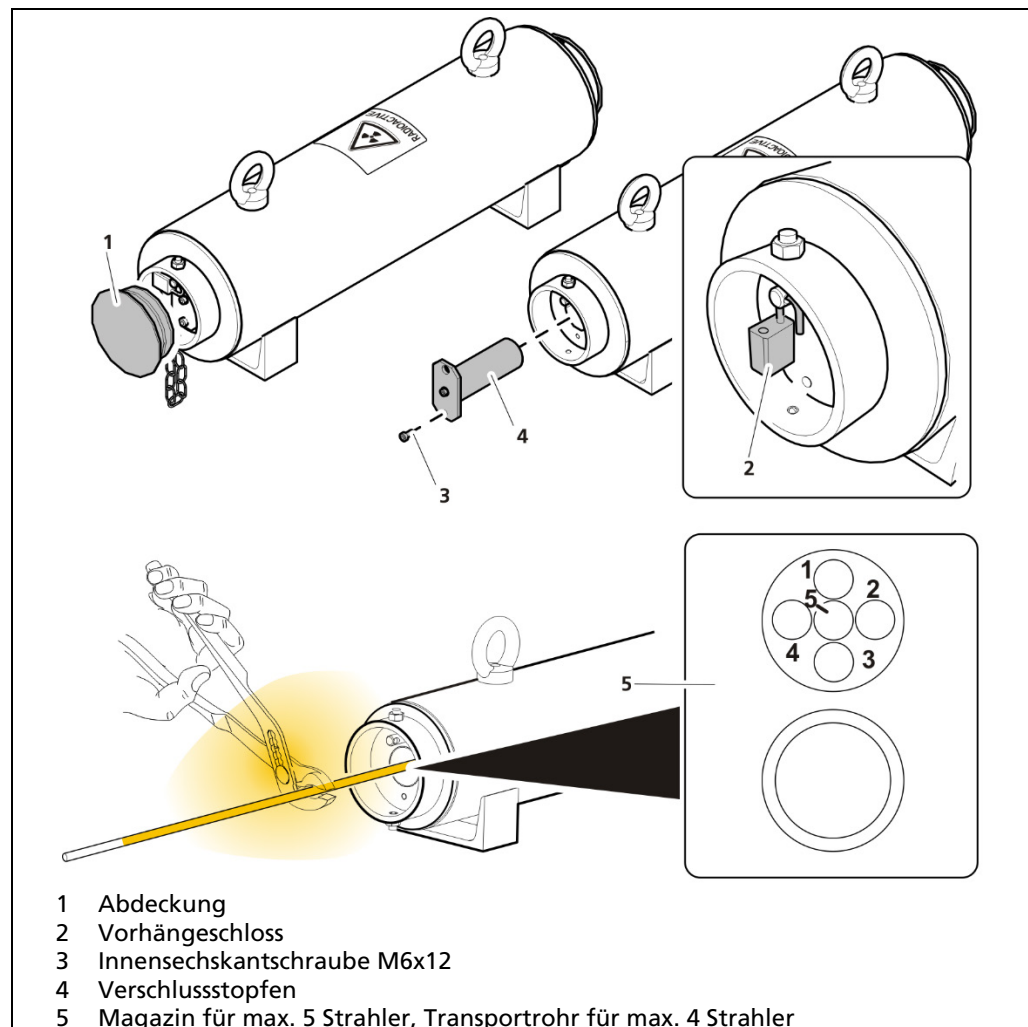

Abb. 7 Stabstrahler entnehmen
1. Entfernen Sie die Abdeckungen (Abb. 7, Pos.1).
2. Entfernen Sie die Vorhängeschlösser (Abb. 7, Pos.2).
3. Lösen Sie die Innensechskantschraube (Abb. 7, Pos.3) und entfernen Sie die Verschlussstopfen (Abb. 7, Pos.4).